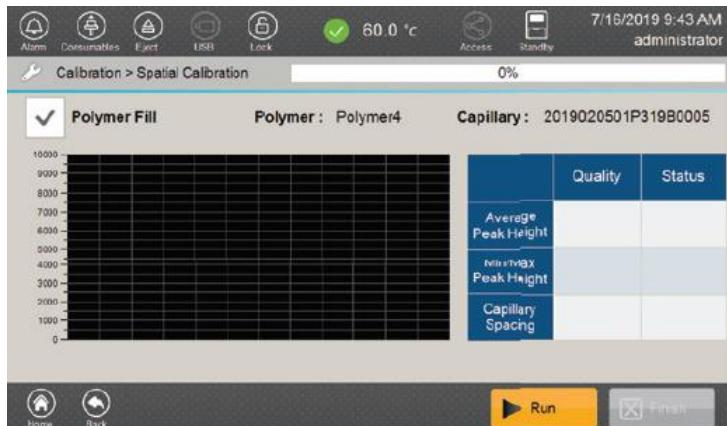
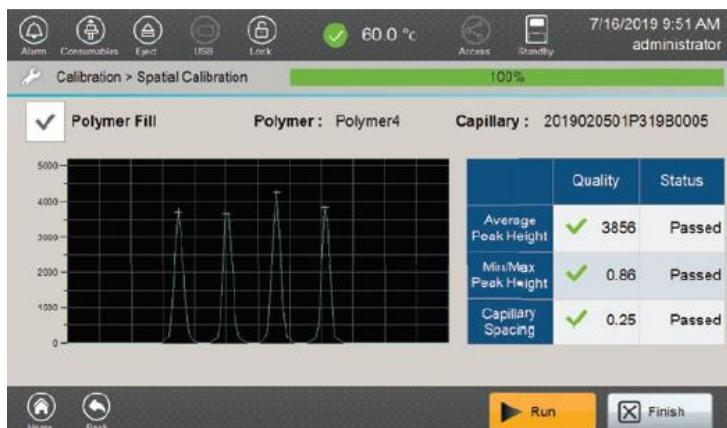

図 45 Spatial Calibration 画面
図 46 Spatial Calibration 完了後の画面
- Spatial calibration を実行する前にポリマーを充填する必要がある場合、Spatial Calibration 画面上（図 45）の **Polymer Fill Box** にチェックを入れてください。
- Spatial Calibration 画面（図 45）の下側にある **Run** ボタンを押して **spatial calibration** を開始してください。キャリブレーション完了後に、それぞれのキャピラリーからのピーク画像が表示されます。ヘッダー下の progress バーが進行状況を示し、**spatial calibration** が完了すると 100%になります。（図 46）
Spatial Calibration 完了後の画面（図 46）の評価